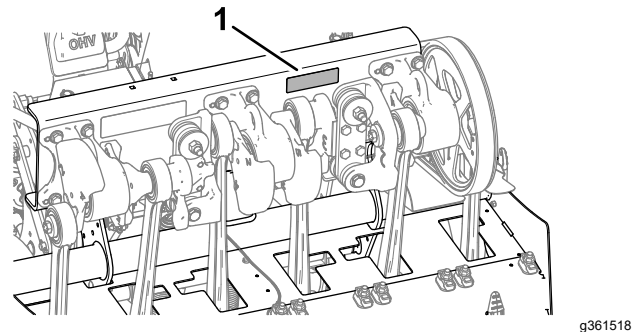

Figura 171
3. Compruebe las fijaciones del cabezal de perforación, las fijaciones del manillar y las tuercas de las ruedas para asegurarse de que el par de apriete es correcto. El par de apriete de las fijaciones aparece en la calcomanía de pares de apriete de los pernos situada en el perfil de apoyo del cabezal de perforación (Figura 171).